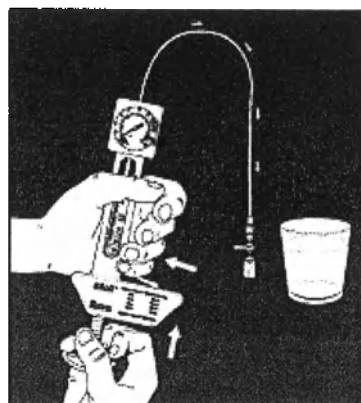

Рис.4
3. Для полного изгнания воздуха из системы поднимите прибор вверх, нажмите боковой рычаг и одновременно осторожно вытягивайте и вдавливайте рычаг с вентиляем. Отпустив боковой рычаг, зафиксируйте прибор в данной позиции. Для добавления жидкости в систему необходимо повторить этап 2 (рис.4).